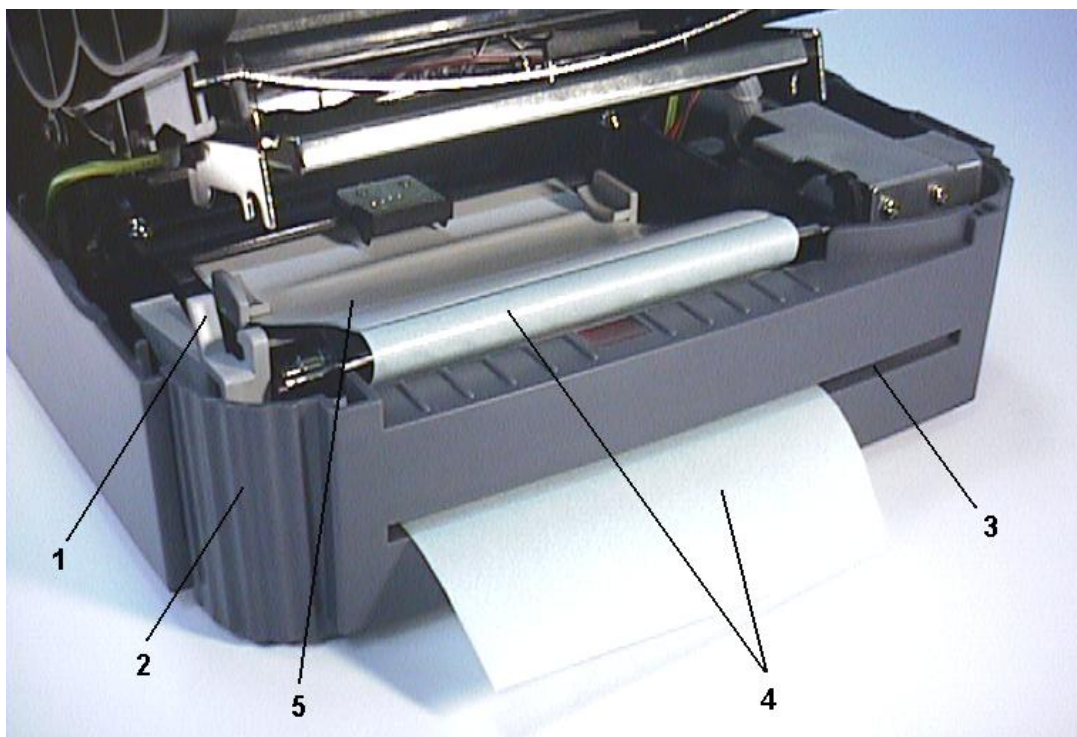

Figure 8. Imprimante prête pour la fonction pré-décollage automatique
3. Faites avancer le papier support par l'ouverture pour papier support située sur le panneau frontal, comme illustré sur la Figure 8.